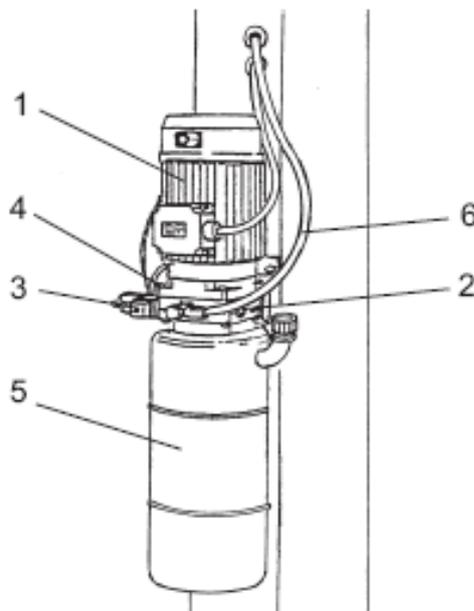

Рисунок 5.**ГИДРАВЛИЧЕСКИЙ БЛОК (Рисунок 5)**
- 2 гидравлические цилиндра (8), которые предназначены для поднятия кареток, крепятся к пластинам основания стойки.
- 2 гидравлический блок (Рисунок 5) на стойке управления, предназначен для приведения в действия цилиндров.